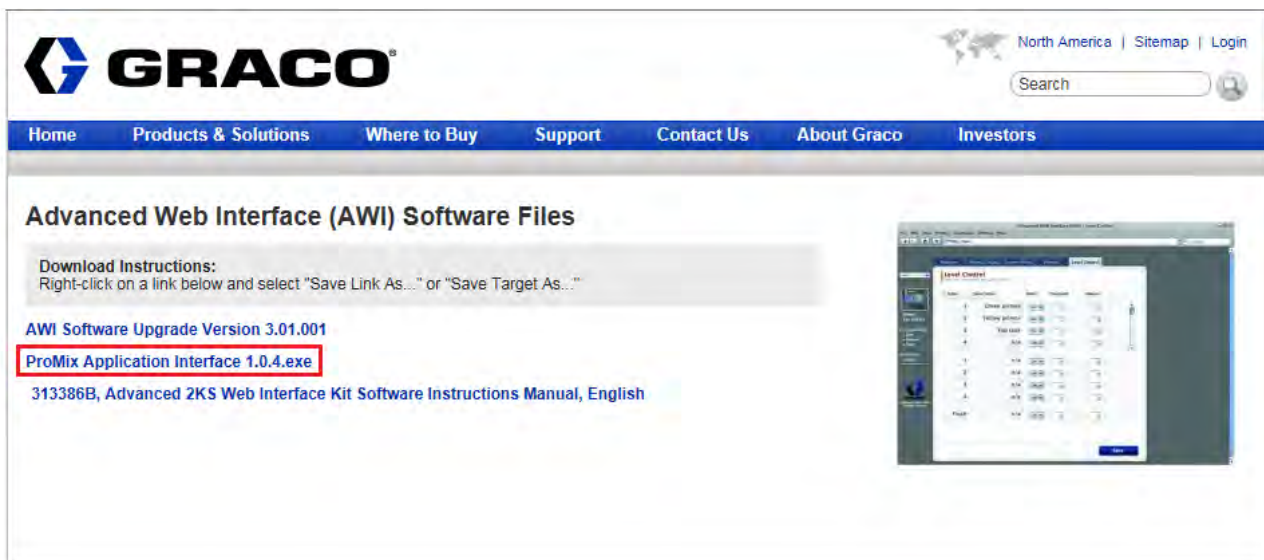

FIG. 1: La page de téléchargement des fichiers du logiciel de l'interface Web avancée (IWA)
- a. Le logiciel d'interfaçage avec l'application peut être téléchargé de la page du logiciel de l'interface Web avancée (IWA) sur le site Internet de Graco. Voir FIG. 1.